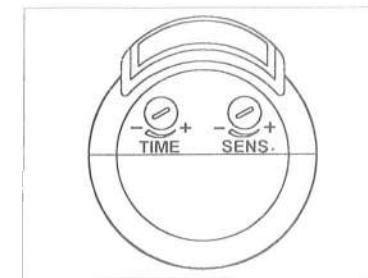

図4
ついています。(図4参照)
- SENS (センサー) のダイヤルはセンサーBOXの下面についています。(図4参照)